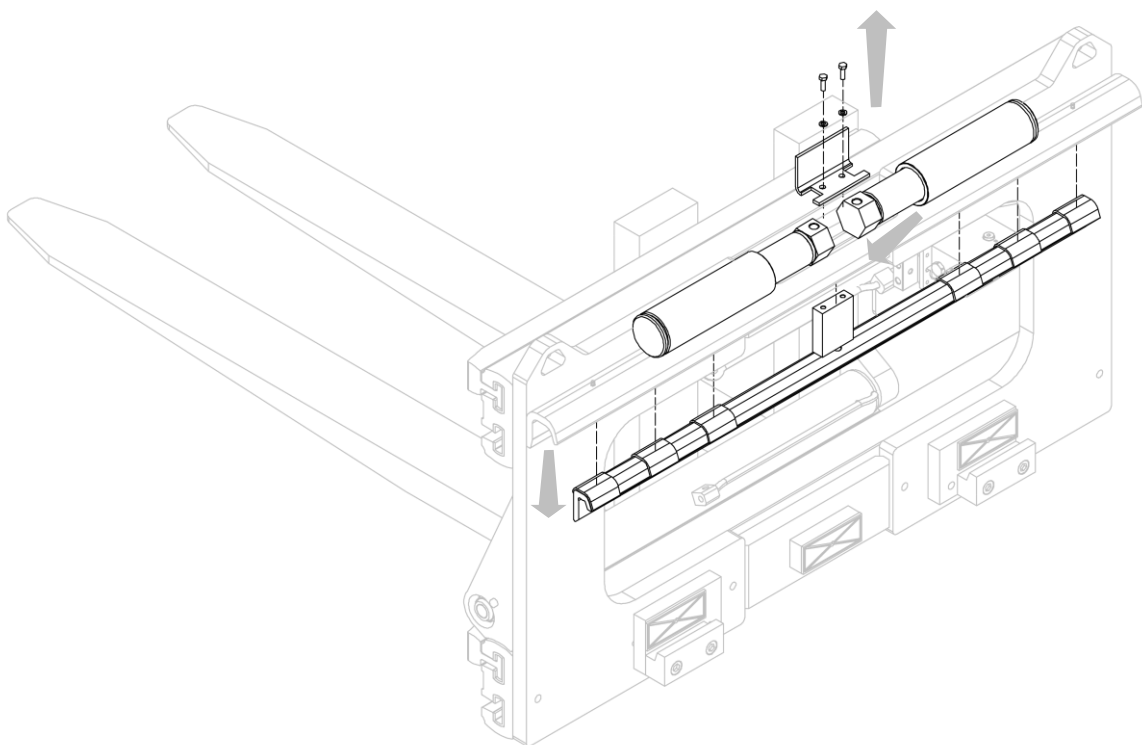
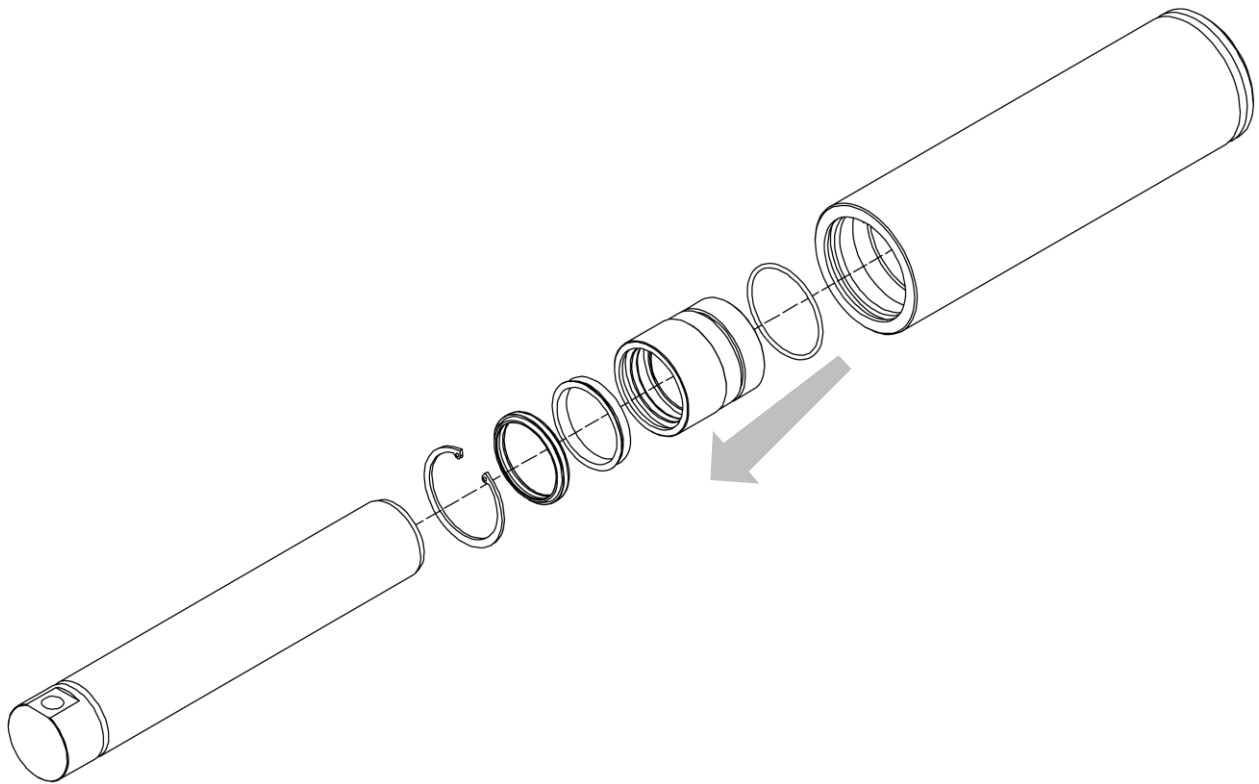

Figura 30
Figura 31
3. Remover el doble gancho (A) después de quitar el “plato de protección” (P) con los tornillos (en la fase **Errore. L'origine riferimento non è stata trovata.** ya hemos explicado este pasaje).
7. Mira la *Figura 30* y la *Figura 31*.